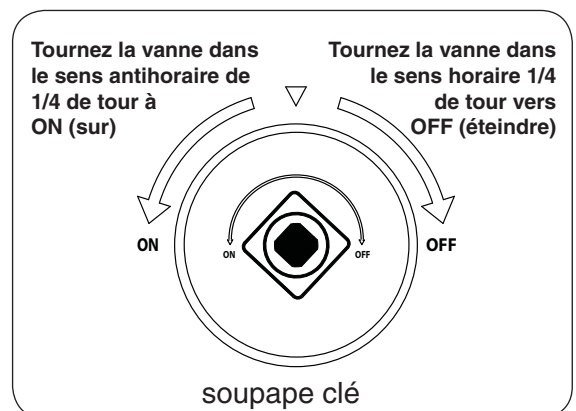

Fig. 40-2
4. **Une fois que le match est en feu et en position**, tournez la vanne clé sens anti-horaire d'un tour à la position **ON** (sur) 1/4 (voir Fig. 40-2). Votre brûleur devrait s'allumer.
**Pour éteindre votre brûleur à gaz**, tourner la soupape clé vers la droite d'une tour à la position **OFF** (éteindre) 1/4 (voir Fig. 40-2). Assurez-vous que la vanne clé est tournée entièrement au large pour éviter toute fuite de gaz.